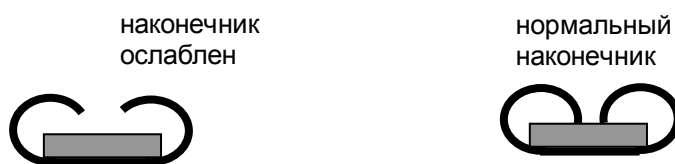

рис. 1
- Если наконечник монтажного провода плохо держится на клемме переключателя подожмите его плоскогубцами (рис. 1)
2. Снимите ручку с вала роторного переключателя. Открутите два самореза крепления переключателя рис. 1, 2. Отсоедините монтажные провода от клемм переключателя.
3. Открутите два самореза её крепления рис. 1, 3.
2. Снимите ручку с вала терморегулятора. Открутите два винта его крепления рис. 1, 4. Отсоедините монтажные провода от клемм терморегулятора, освободите трубку датчика терморегулятора из хомутов её крепления на решетке карзины. Отсоедините двигательные провода от колодки подключения и вытащите их из монтажной панели. Вытащите трубку датчика терморегулятора из отверстия в монтажной панели рис. 5.